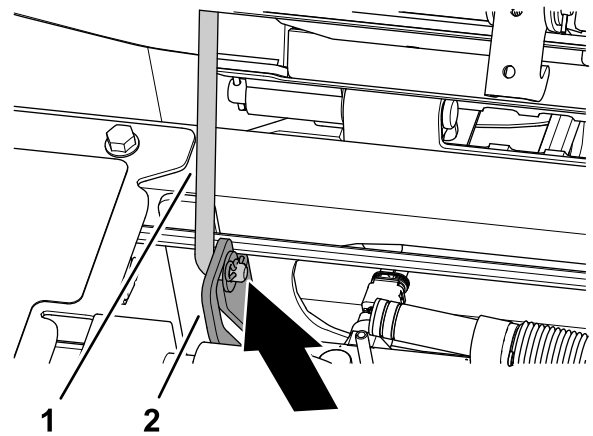

Figura 98
3. Asigurați-vă că tija de susinere față este aezată în elementul de reținere cu fantă al plăcii de ghidare a tijei (Figura 98).